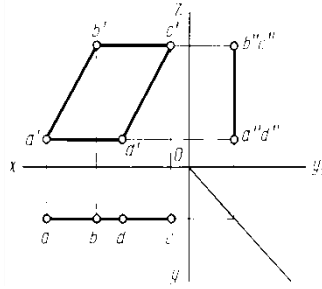

Рисунок 12
- 2) $P // \Pi_2$ – **фронтальная** плоскость (Рисунок 12)